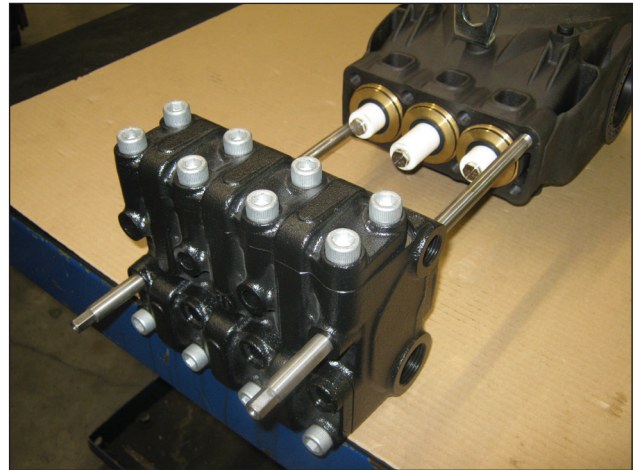

Abb. 28
- B) Schmieren Sie die Bauteile ②③⑤ mit Silikonfett der Sorte OCILIS Art. 12001600; dieser Vorgang dient als Hilfe beim Setzen der Dichtungslippe am Kolben.
1. Mit zwei Wartungsschrauben - Stiften (Art. 27508200), die gemäß (Abb. 28) am Gehäuse befestigt sind, zentrieren Sie den kompletten Kopf nur am mittleren Kolben.